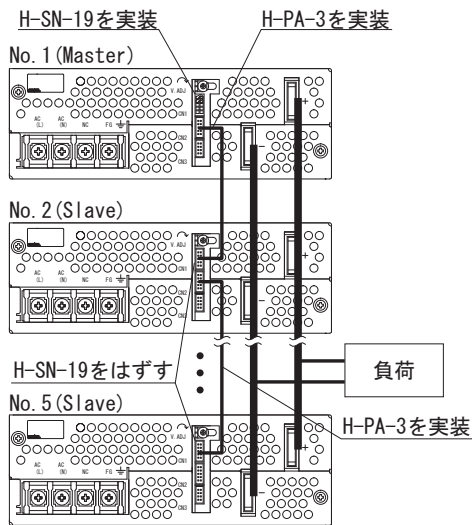

図 3.2 並列運転時の接続（PBA1500F の例）
- 図 3.2 の配線をする事によって、並列運転が可能です。